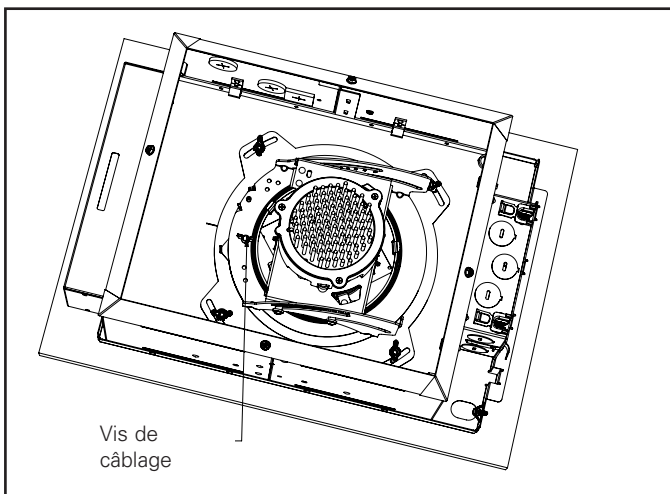

Figure 16A.
1. Desserrez la vis à oreilles située à gauche du support d'orientation (Figure 16A).
6. Orientez le mécanisme sur 180 degrés du pilote en utilisant un tournevis à tête cruciforme (consultez la Figure 16A).